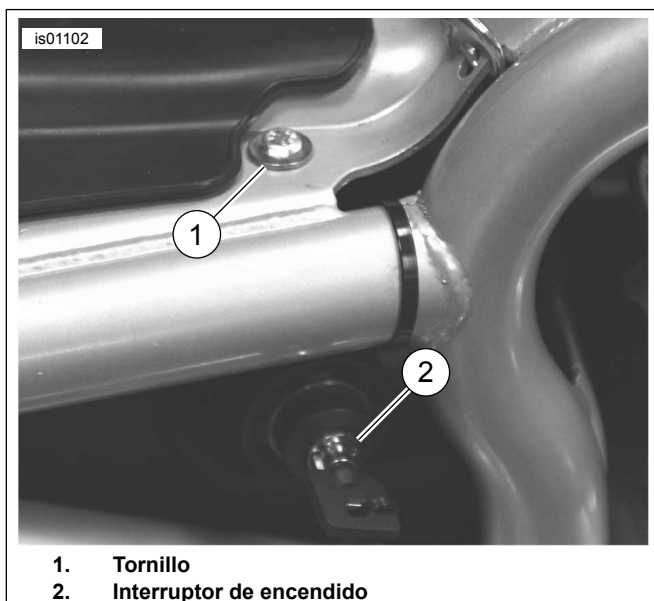

Figura 6. Conexión a tierra (modelos V-Rod de 2006 y anteriores)
1. Vea Figura 6. Extraiga el tornillo (1, debajo del asiento) que sujeta el interruptor de encendido (2) al lado derecho de la estructura.